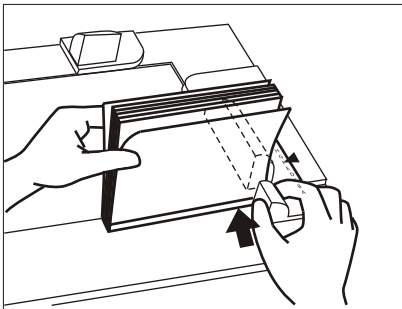

ABBILDUNG 10
1. Bestimmen Sie mit Hilfe der Rückenbreiteanzeige auf dem Bindepult die erforderliche Rückenbreite des Buchdeckels (siehe Abbildung 10). Sollte die Rückenbreite C überschritten werden, stecken Sie die grünen Plastikstifte in die dafür vorgesehenen Schlitze, um ein Verrutschen des Dokumentes während des Bindevorgangs zu vermeiden.